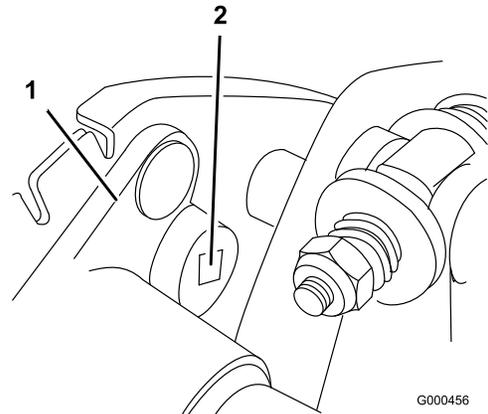

図 40
- B. 3/8インチのトルクレンチでベアリング・ハウジングを $0.4 \sim 0.46$ kg.mのトルクで回転させてベルトを張る (図 40)。